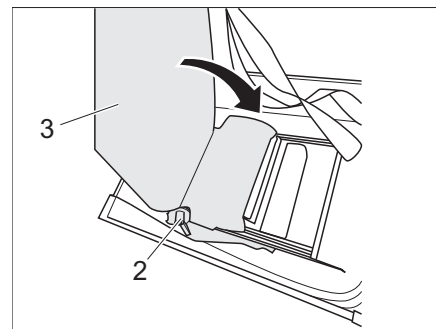

Fig. 210 Guardar el respaldo del asiento en el banco de asiento
- Accionar la palanca 1 (Fig. 210,2) y plegar el respaldo del asiento (Fig. 210,3) hacia adentro.